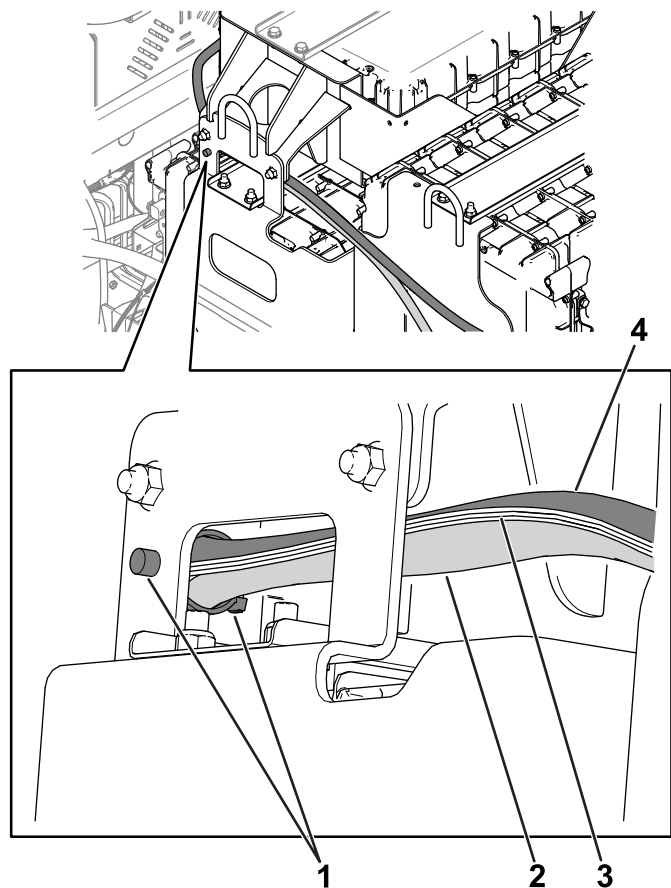

Figure 10
6. Avec une fixation enfichable, fixez les câbles des batteries et le faisceau d'interface de données sur le support des batteries (Figure 10).